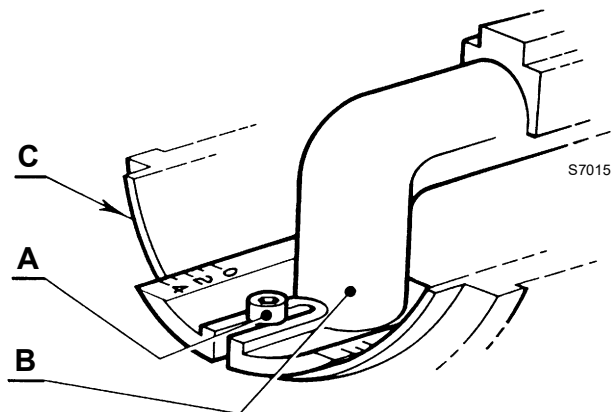

Abb. 11
- die Schraube A) (Abb. 11) lockern, den Krümmer B) verschieben bis das Ende der Muffe C) mit der gewünschten Einstellzahl übereinstimmt;